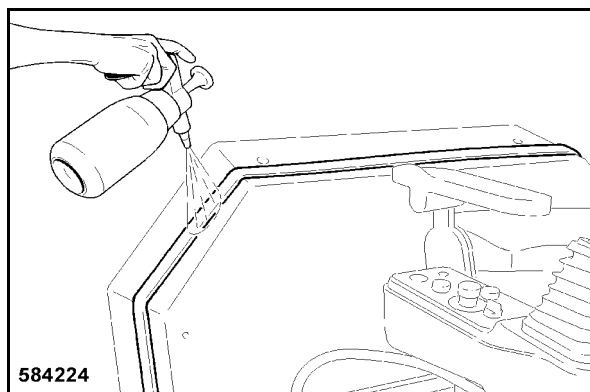

Fig. 208
- Enduire la bande d'étanchéité avec de l'eau savonneuse (Fig. 208), afin de faciliter la mise en place de la cabine lors du montage.